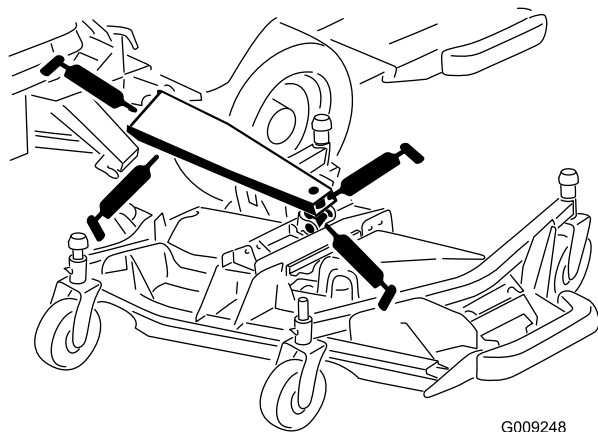

Рисунок 56
- Втулки главных подъемных рычагов (3 шт.) (Рисунок 56)
- Втулки гидроцилиндров подъема (1 шт.) (Рисунок 56)